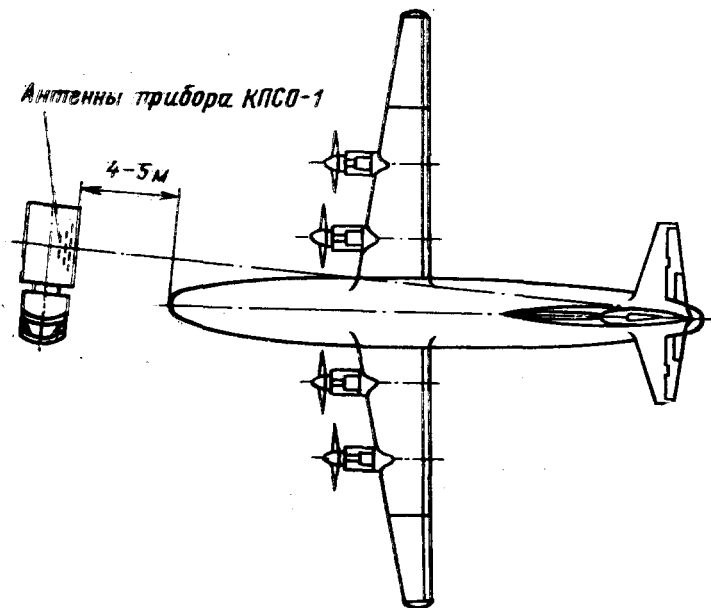

Рис. 1. Расположение спецавтомшины с прибором КПСО-1 относительно самолета
3. Произведите развертывание прибора КПСО-1 (рис. 1), для чего: